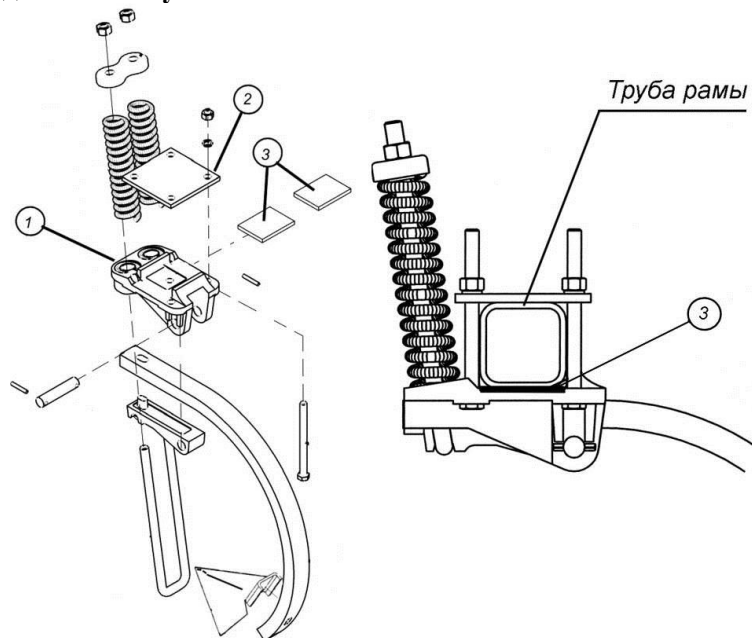

Рис. 4.5.1. Крепление стойки сошника на раму
**4.5.2.** Установите кронштейн стойки 1 в сборе (рис. 4.5.1) под раму посевного агрегата. Сверху на раму установите пластину 2 и закрепите четырьмя болтами (M16x170) и гайками, под-